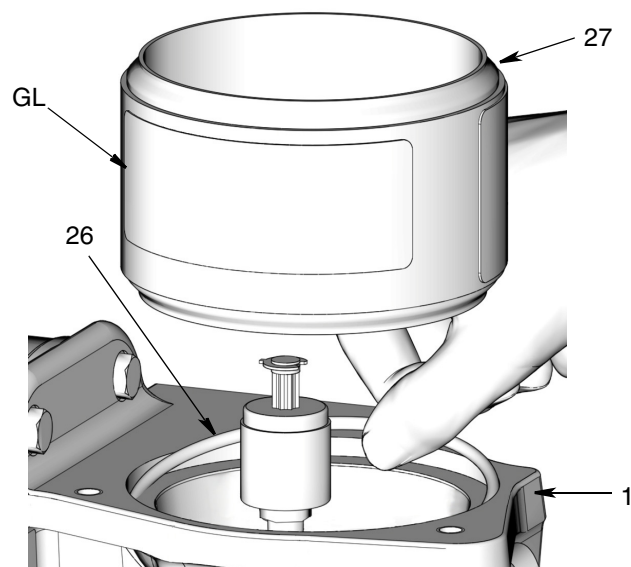

FIG. 58
10. Appliquer une mince couche de graisse sur le joint torique (26). Poser le joint torique (26) dans la gorge de la base de la pompe (1) comme indiqué à la FIG. 58.
11. Installer le réservoir (27) dans la base de la pompe (1) avec une étiquette d'identification Graco (GL) vers l'avant de la base de la pompe comme indiqué à la FIG. 58. Prendre soin de ne pas pincer ou déplacer le joint torique.